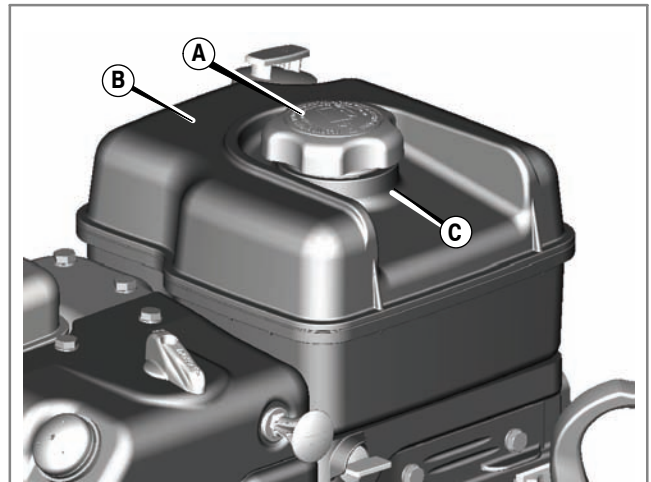

Abb. 3
1. Den Bereich um den Tankdeckel von Schmutz und Fremdkörpern reinigen. Den Tankdeckel (A) abnehmen (Abb. 3).
2. Den Kraftstofftank (B) mit Benzin füllen. Um dem Benzin Platz zum Ausdehnen zu lassen, nicht über die Unterkante des Kraftstofftankstutzens (C) hinaus füllen.